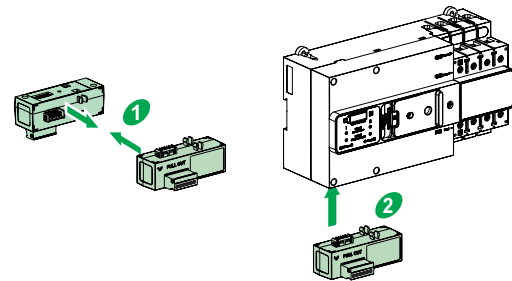

图 4 功能扩展模块安装示意
2.2 外扩模块通过使用卡槽和 $2 \times 5\text{P}$ 插针与控制器对插, 实现模块的安装、固定和电气连接, 外扩模块插配如图 4 所示。